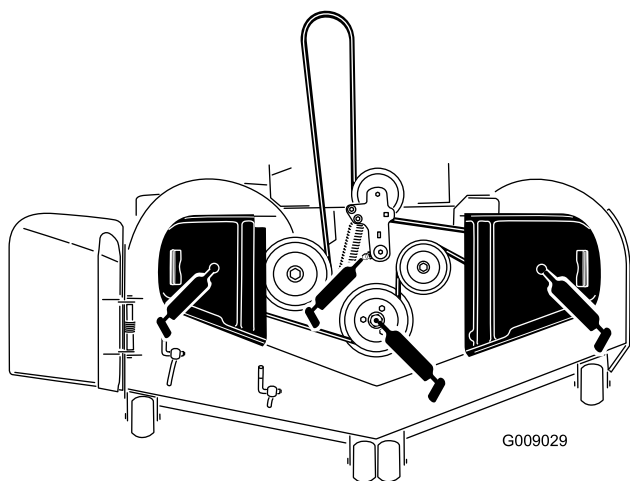

Figura 40
3. Engrase el pivote de la polea tensora de la carcasa del cortacésped hasta que salga grasa por el extremo inferior (Figura 40).
4. Engrase los puntos de engrase de los laterales de los 3 ejes hasta que salga grasa del extremo inferior (Figura 40).
5. Engrase el brazo tensor de la correa de transmisión (Figura 40).